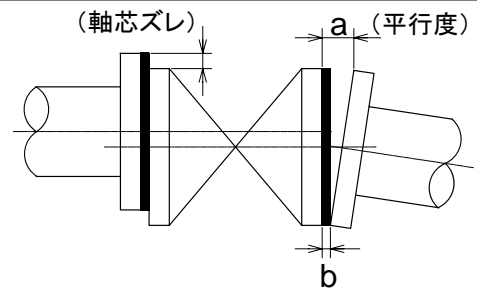

図 5.1-1
- 4) フランジ面の軸芯ズレと平行度を「表 5.1-1 軸芯ズレと平行度」の数値以下にします。（図 5.1-1）